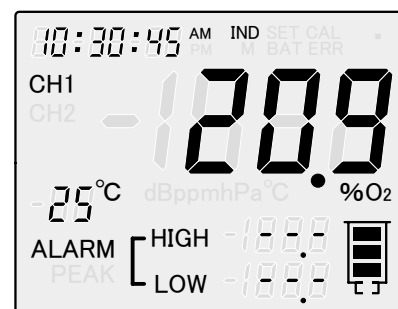

図 5-9 (3) 日付／時刻切替表示例
操作モード表示部が「IND」のとき、次のボタンを押すと日付と時刻が交互に表示されます。(図 5-9 (3) 参照)